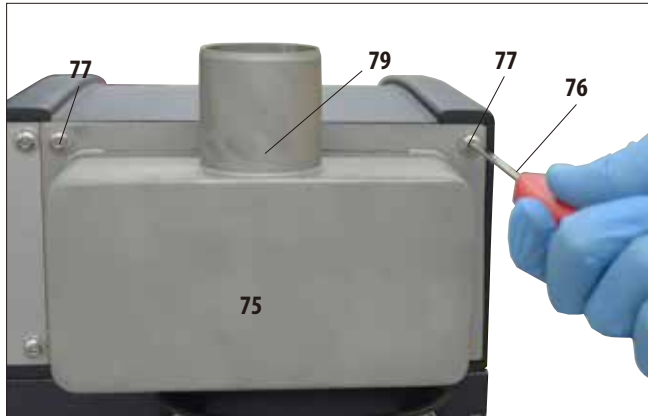
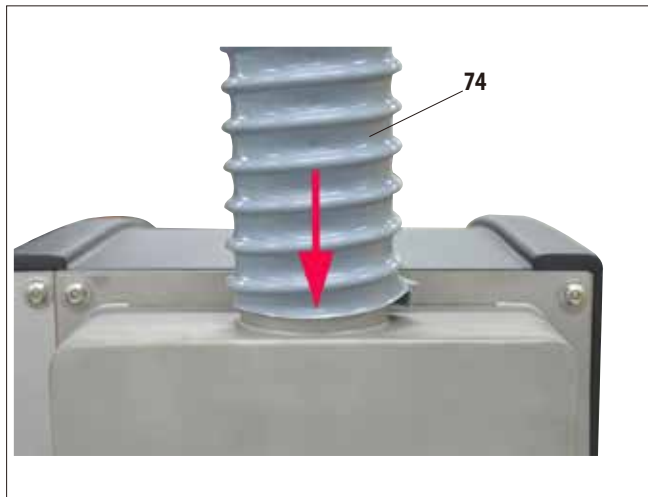

Fig. 23
Fig. 24
- Agora una uma ponta da mangueira de exaustão (74) ao tubo que está voltado para cima (79, Fig. 23) da flange e empurre para baixo até seu máximo (Fig. 24).